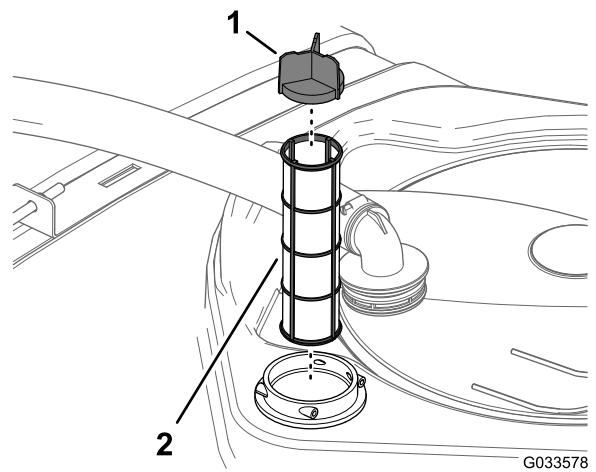

図 145
4. フィルタハウジングタンク内部から古いフィルタを取り出す 図 145。